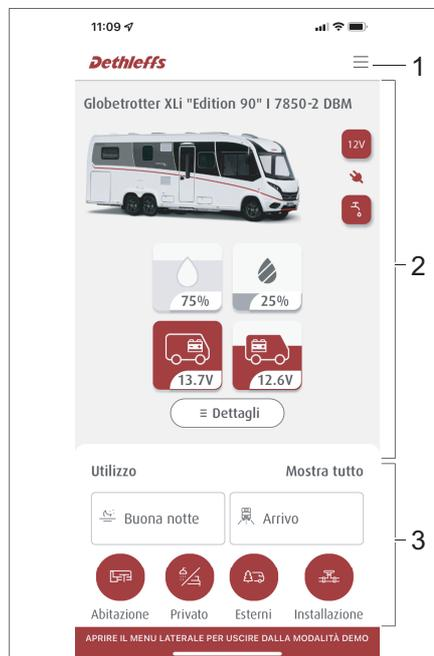

Fig. 279 Struttura dell'app Dethleffs Connect
- Area menu (Fig. 279,1)
- Informazioni sul veicolo (Fig. 279,2)
- Area comandi e scenari (Fig. 279,3)